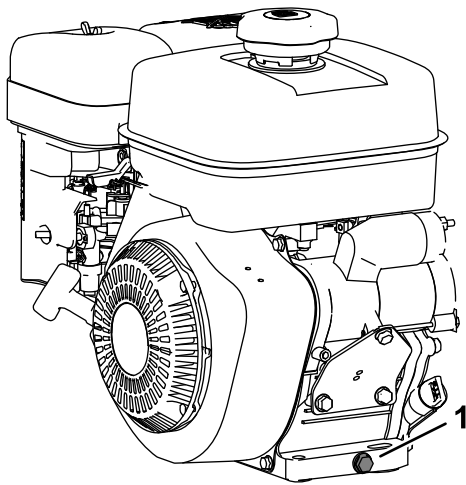

Figura 15
- Togliete l'asta di livello dal collo del bocchettone e osservate il livello dell'olio sull'asta (Figura 15).